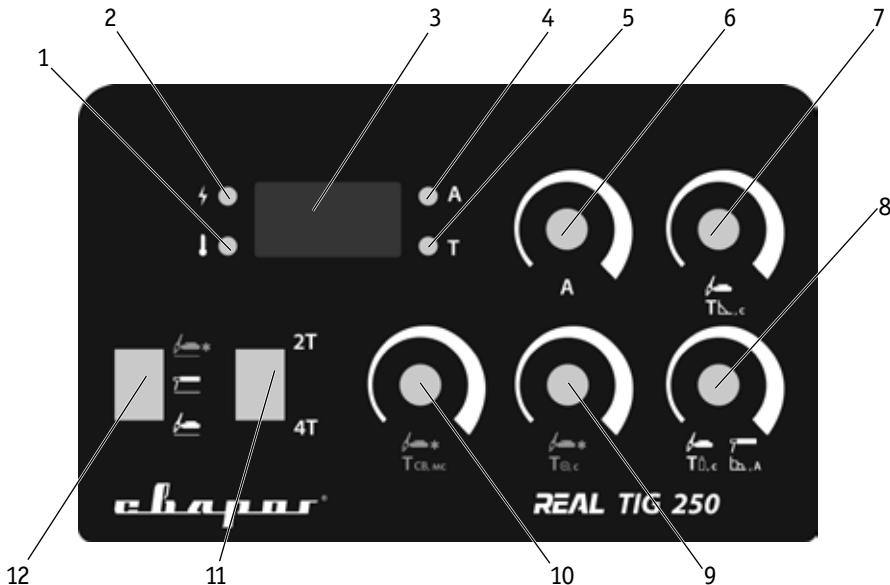

Рис. 7.1. Передняя панель источника питания.
7. Выберите кнопкой режим TIG сварки (См. рис. 7.1, п. 12).